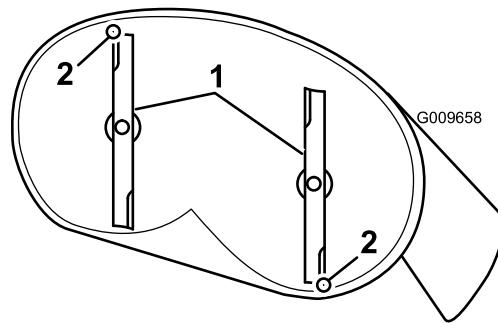

Figura 56
- Rode cuidadosamente as lâminas para que estejam da frente para trás (Figura 56).
- Meça da ponta da lâmina da frente até à superfície plana e da ponta da lâmina de trás até à superfície plana (Figura 56). Se a parte da frente da lâmina não estiver 1,6-7,9 mm mais baixa do que a ponta da lâmina de trás, ajuste a porca de bloqueio da frente.
8. Após o ajuste, volte a verificar a inclinação da frente para trás. Continue a ajustar a porca até que a ponta da lâmina da frente esteja 1,6-7,9 mm mais baixa que a ponta da lâmina traseira (Figura 56).